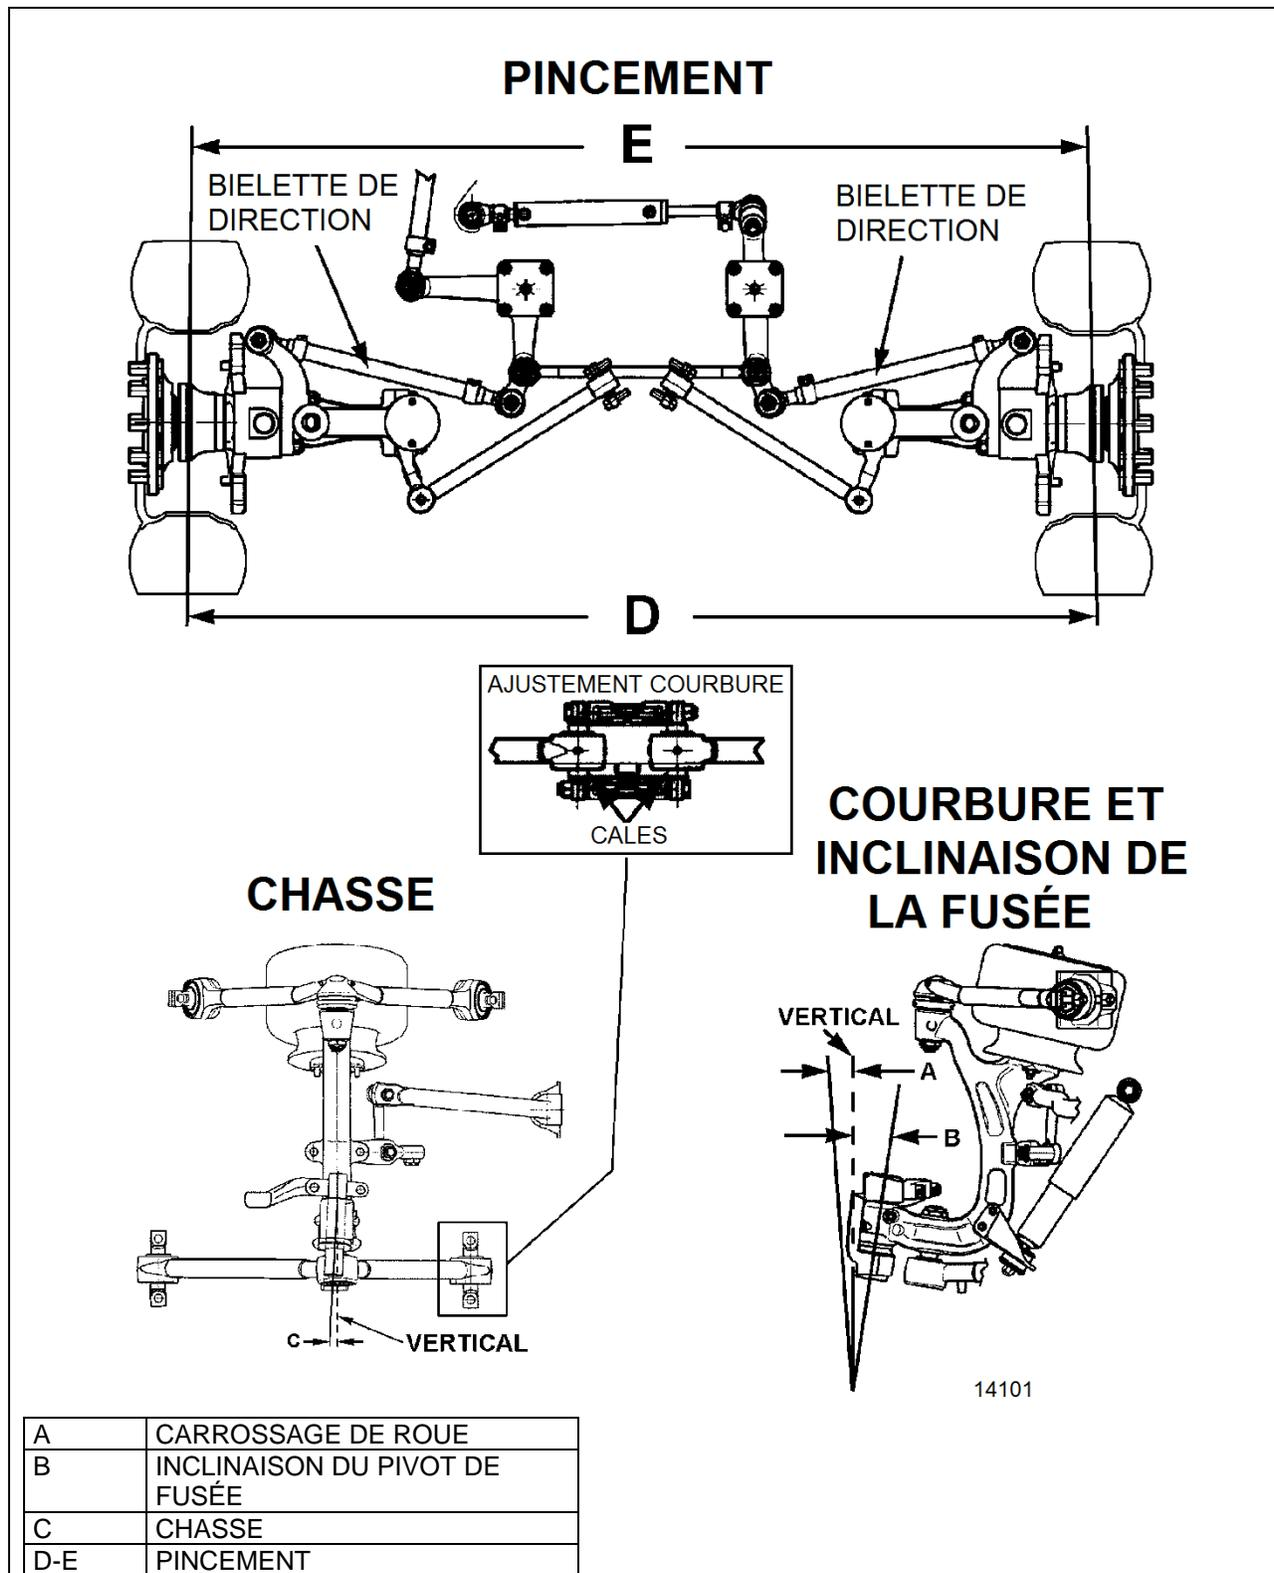

FIGURE 38 : SCHÉMA DE GÉOMÉTRIE DU TRAIN AVANT
**Carrossage de roue :** le carrossage est le nombre de degrés auquel le haut de la roue est incliné vers l'intérieur ou l'extérieur à partir de la verticale vraie (Figure 38).
**Pincement de roue :** une légère convergence vers l'avant donnée aux roues d'un véhicule pour améliorer la direction et uniformiser l'usure des pneus (D moins E, Figure 38).
**Inclinaison du pivot de fusée :** l'inclinaison du pivot de fusée de la verticale au centre du véhicule dans le haut et à l'extérieur du bas (B, Figure 38)
**Chasse d'essieu avant :** l'inclinaison du pivot de fusée par rapport à la verticale dans le sens avant et arrière (C, Figure 38)
Des variations de chasse peuvent être dues à un bras triangulaire de suspension supérieure, un bras triangulaire de suspension inférieure ou un carter du pivot de fusée plié. La chasse doit être réglée au moyen de cales. Un appareil de précision doit être utilisé pour mesurer la chasse. Caler le levier coudé et le bras de renvoi pour régler la chasse (Figure 38).